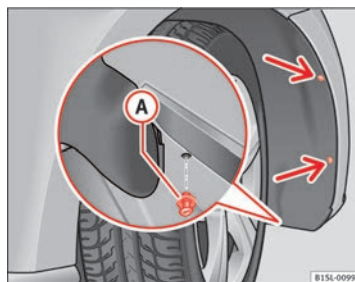

Fig. 151 En el pasarruedas delantero derecho: Extraiga los tornillos de fijación (flechas) y retire el remache expansivo A.
2. Desatornille 2 tornillos de fijación del guarnecido del pasarruedas ⇒ fig. 151 (flechas) con el destornillador de las herramientas de a bordo ⇒ página 258.
- Coloque el remache expansivo en el guarnecido del pasarruedas y el parachoques y presiónelo hacia dentro completamente ⇒ **fig. 151** **A**.
11. Atornille fijamente los 2 tornillos de fijación ⇒ **fig. 151** (flechas) con un destornillador.